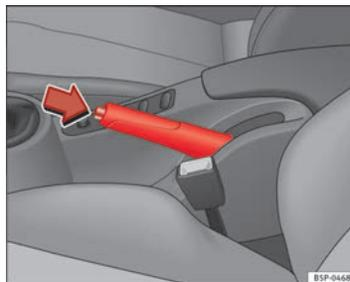

Fig. 150 Freno de mano entre los asientos delanteros
- Tire con fuerza de la palanca del freno de mano hacia arriba ⇒ fig. 150.
- Tire ligeramente de la palanca hacia arriba, presione el botón de desbloqueo en la dirección de la flecha ⇒ fig. 150 y baje completamente la palanca ⇒ ⚠.